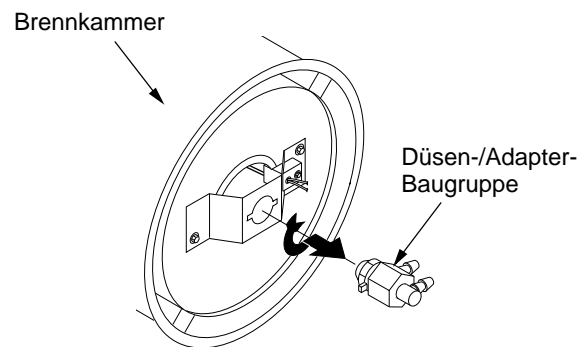

Abbildung 19 - Entfernen der Düsen-/Adapter-Baugruppe
4. Die Düsenbaugruppe um eine Viertelumdrehung nach links drehen und in Richtung Motor abziehen (siehe Abb. 19).